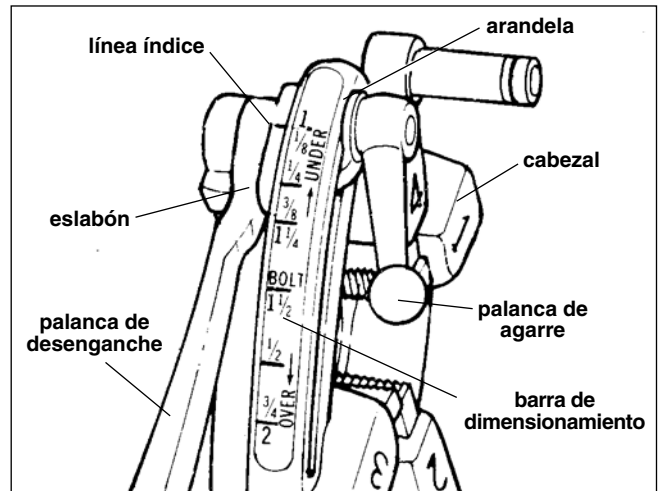

Figura 12 – Cabezal de Terrajas Universal de Apertura Rápida
- Cabezal de Terrajas de Apertura Rápida No. 811A (Figura 12). Gire la palanca de desenganche a la posición de CLOSED (cerrada).
- Cabezal de Terrajas de Apertura Rápida No. 811A (Figura 12). Completada la rosca, levante la palanca de desenganche para retraer las terrajas.
¡NOTA! El Cabezal de Terrajas Universal No. 811A (Figura 12) para roscas a mano derecha requiere cuatro juegos de terrajas para roscar tubos de entre 1/8 a 2 pulgadas de diámetro. Se requiere un juego de terrajas para cada una de las siguientes gamas de dimensión de tubo: (1/8 pulg.), (1/4 a 3/8 pulg.), (1/2 a 3/4 pulg.) y (1 a 2 pulgs). No existen disponibles terrajas para tubos de 1/8 pulgada para el cabezal de terrajas a mano izquierda. El roscado de pernos requiere un juego distinto de terrajas para cada dimensión de perno. No hay disponibles terrajas para pernos para los cabezales de terrajas universales a mano izquierda.